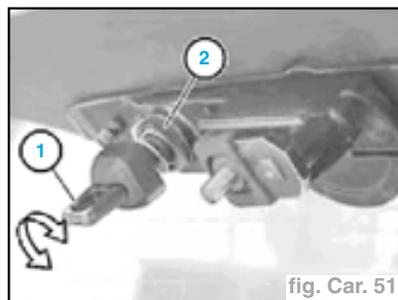

fig. Car. 51
- pour corriger la hauteur de la lunette arrière, desserrer le contre-écrou (2) et tourner l'étrier de fermeture (1) (fig. Car. 51),